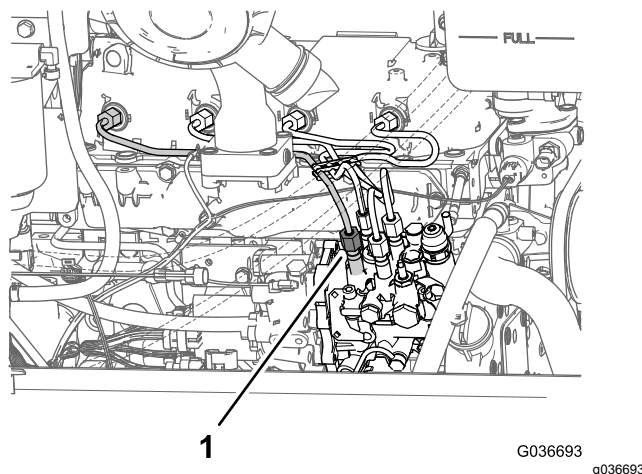

Рисунок 47
1. Ослабьте натяжение гайки трубки, идущей к топливному инжектору цилиндра № 1, на насосе для впрыска топлива (Рисунок 47).